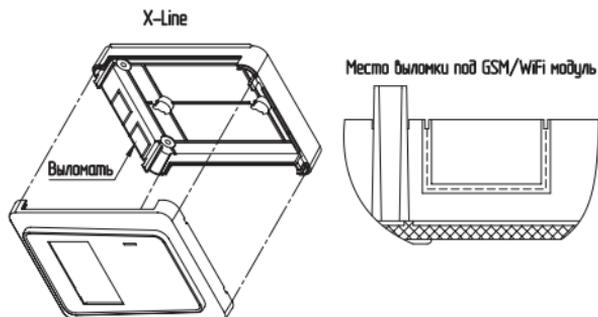

Рис.1 Подключение модуля GSM/WiFi к платам управления котлов X-Line
- Выломать соответствующую заглушку (см.Рис.1) на нижней части контроллера;
- Установить модуль GSM/WiFi (поз.2 Рис.1) на контроллер в соответствии с Рис.1, зафиксировав его крепежами (поз.6 Рис.1);
- Подключить плату управления модуля GSM/WiFi (поз.2 Рис.1) к контроллеру X-Line при помощи кабеля (поз.5 Рис.1) к разъёму X3 контроллера как показано на рисунке 1;
- Установить SIM-карту (поз.4 Рис.1) в модуль GSM/WiFi до упора, как показано на Рис.1 и на наклейке модуля GSM/WiFi;
- Подключить антенну (поз.3 Рис.1) в соответствующий разъём (поз.7 Рис.1);